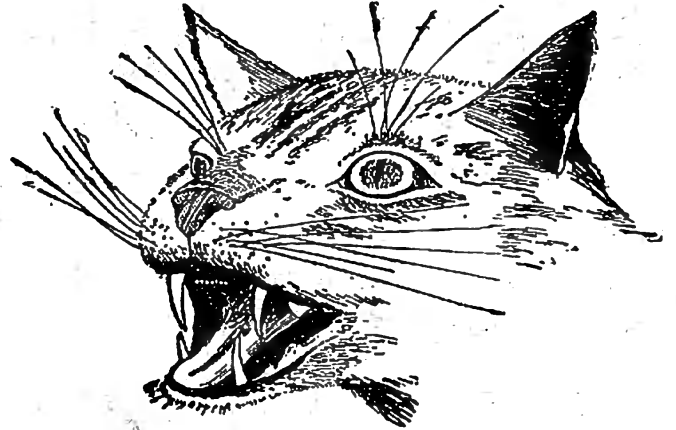

Fig. 3. — Dans la gueule ouverte du chat qui miaule, on voit les crocs aigus
**3. Les dents.** — Quand il paresse auprès du feu, le chat bâille souvent, étirant sa langue mince et étroite qui semble serrée entre deux dents longues et pointues comme des aiguilles (*fig. 3*) : ce sont ses canines, les *crocs*; il en a deux à chaque mâchoire.